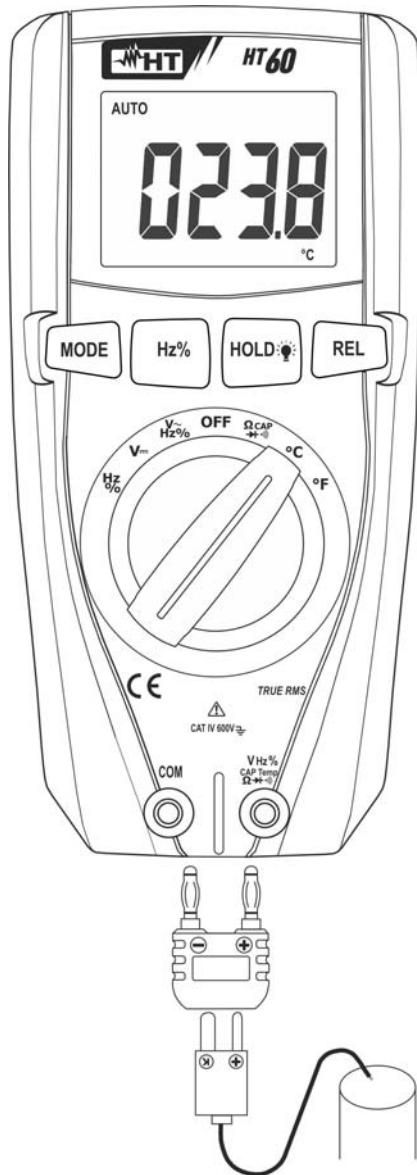

Fig. 8: Mesure de Température
2. Insérer l'adaptateur fourni dans les bornes d'entrée **VHz%CAPTemp  $\Omega \blacktriangleright \blacktriangleright$**  (polarité +) et **COM** (polarité -) (voir Fig. 8)